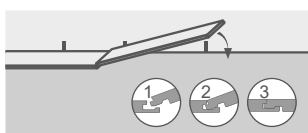
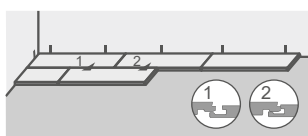

Рисунок 23
Рисунок 24
- 13.8 Следующую планку уложить так: торцевой гребень планки вставить в паз уложенной планки под углом (см. Рисунок 23), при этом продольную сторону установить с небольшим смещением, чтобы при опускании планки обеспечить введение в зацепление продольного замка с предыдущим рядом (см. Рисунок 24).